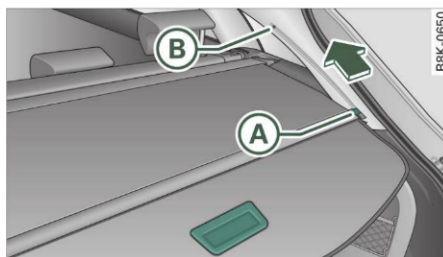

Fig. 75 Portbagajul: Masca agățată în poziția A
Masca portbagajului poate fi agățată în poziția A sau în poziția confort B ⇒ fig. 75. În poziția B nu trebuie să desprindeți masca portbagajului la încărcare.
- Trageți masca și agățați-o în poziția A în inelele de prindere din capitonajul lateral ⇒ fig. 75.